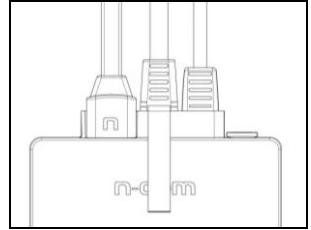

Abb. 30
- Führen Sie den Stecker behutsam in die für ihn bestimmte Buchse ein und vergewissern Sie sich, dass er dort vollständig eingefügt ist (Abb. 30).